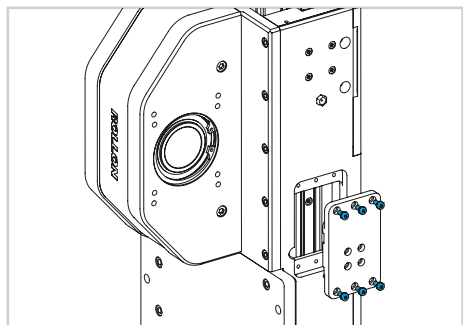

図 22
- 1) キャリッジの両サイドにあるネジとプレートを取り外します (図 22 を参照)。